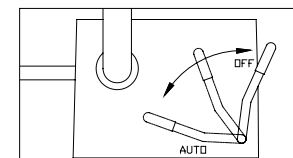

Figure 5 - Interrupteur Auto/Off
- **Manostat** - Interrupteur Auto/Off (Figure 5) – Dans la position **AUTO**, le compresseur se coupe automatiquement quand la pression du réservoir arrive à la pression maximale réglée d'avance. Dans la position **OFF**, le compresseur ne fonctionnera pas. Cet interrupteur devrait être dans la position **OFF** pendant le branchement du cordon d'alimentation de la prise de courant ou pendant le changement d'outils pneumatiques.